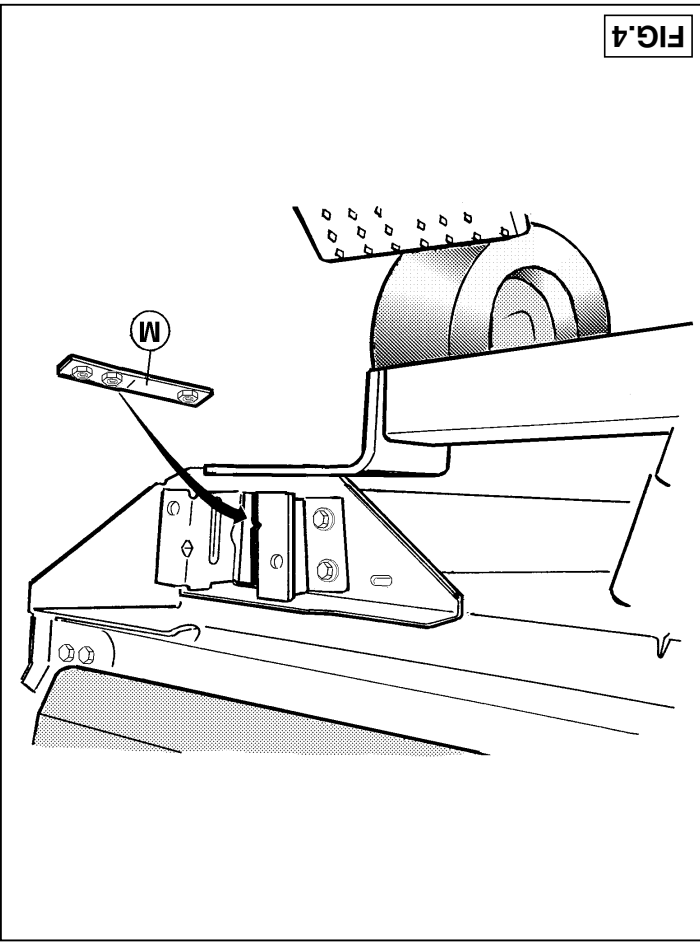

FIG.4
- Plaats de hulpstukken C aan de achterzijde van het achterpaneel t.p.v. het linker en rechter chassis. Bevestig acht bouten M10x30 inclusief sluitringen $\varnothing 25 \times 10.5 \times 4$ veerringen en moeren overeenkomstig schets. Schuif de contra's L en M in respectievelijk het linker en rechter chassis. Contra M is aangegeven in fig.4. Plaats de trekhaak en bevestig deze t.p.v. de punten B d.m.v. twee bouten M12x50 inclusief sluit- en veerringen.
2. Position parts C at the back of the rear panel at left and right of the chassis. Fit eight M10 x 30 bolts with 25 mm. dia. x 10.5 x 4 washers, spring washers and nuts, as shown in the sketch. Slide backplate L and M into the chassis at left and right, respectively. Backplate M is shown in Figure 4. Position the towbar and fix at points B with two M12 x 50 bolts with plain and spring washers.
- Die Zubehörteile C an der Rückseite der Rückverschalung beim linken und rechten Fahrgestell anbringen. Acht M10x30-Schrauben einschließlich Unterlegscheiben, Ø25x10.5x4-Federringe und Muttern gemäß Skizze befestigen. Die Gegenplatten L und M in das linke bzw. rechte Fahrgestell schieben. Gegenplatte M ist in Abb. 4 angegeben. Die Anhängervorrichtung anlegen und bei den Punkten B mit zwei M12x50-Schrauben einschließlich Unterlegscheiben und Federringe befestigen.
2. Elementy C przykręcić z prawej i z lewej strony podwozia do spodniej strony tylnej obudowy. Przykręcić wg. rys. osiem śrub M 10x30 wraz z podkładkami i nakrętkami. Płytkę kontrującą L i M w lewą, ewentualnie w prawą podłuźnicę. Płyta kontrująca M jest na rys. 4. Przyłożyć hak holowniczy i przykręcić w punktach B dwoma śrubami M 12x50 wraz z podkładkami i płaskimi nakrętkami i sprężynowymi.
- Positionner les pièces auxiliaires C à l'arrière du panneau arrière à l'emplacement des châssis droit et gauche. Fixer huit boulons M10x30, y compris les rondelles de blocage Ø25x10.5x4, les rondelles grower et les écrous conformément au croquis. Glisser les contre-plaques L et M respectivement dans les châssis droit et gauche. La contre-plaque M est indiquée à la fig. 4. Positionner l'attache-remorque et la fixer à l'emplacement des points B à l'aide de deux boulons M12x50, y compris les rondelles grower et de blocage.